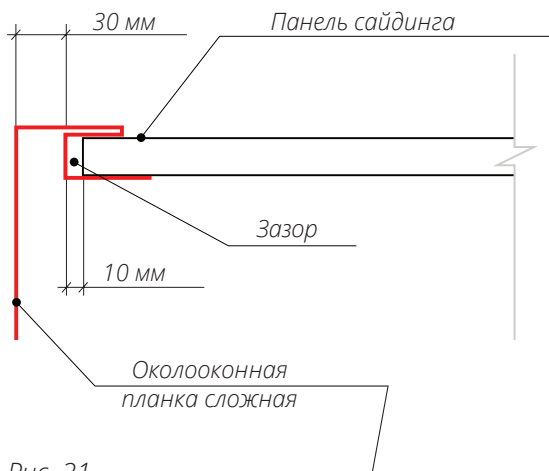

Рис. 21
- Подготовьте панели, примыкающие к проему снизу. Если под проемом не установлен Н-профиль, вырез делается на ширину оконного проема с учетом размера Околооконной планки и зазора, необходимого для того, чтобы можно было вставить панель в Околооконную планку (*рис. 21*).
необходимый вырез, как показано на схеме (*рис. 21*). Вырез должен быть шире проема на 80 мм. Глубина выреза должна позволить смонтировать панель без зазоров и деформаций.